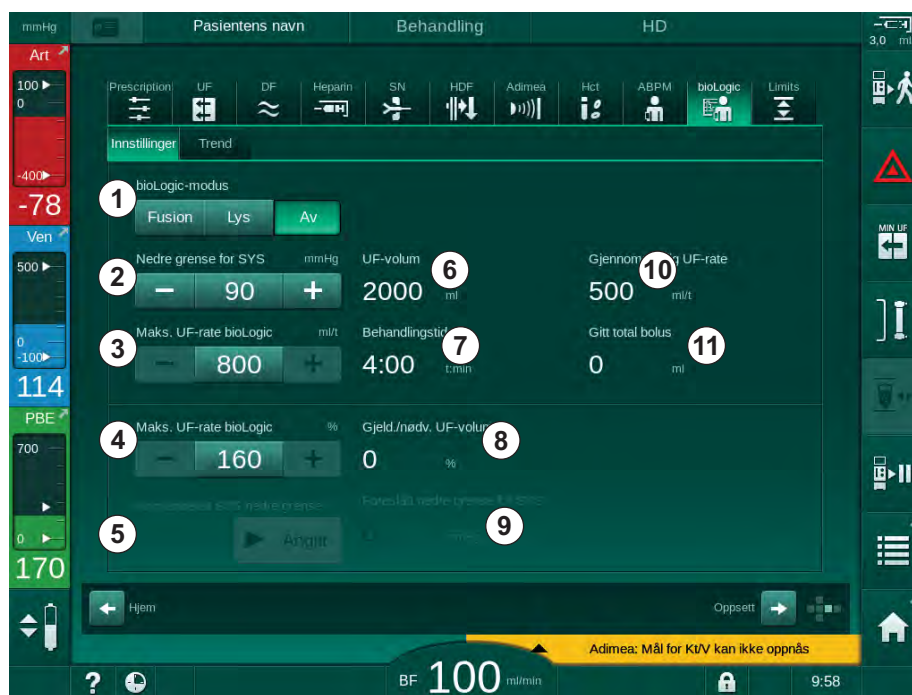

Fig. 11-20 Skjermbildet bioLogic Fusion-innstillinger
Ved aktivering av foreslått SLL, godtas verdien ③ i Fig. 11-20. Alternativt kan nedre grense for systolisk blodtrykk angis av punkt ② .
1. For å aktivere bioLogic Fusion eller bioLogic Light berører du knappen *Fusion* eller *Light* i gruppeboksen *bioLogic-modus* (Fig. 11-20).